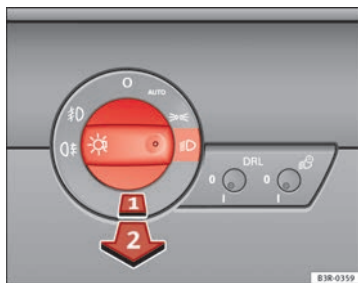

Fig. 84 Detalle del tablero de instrumentos: Conmutador de las luces
- Gire el interruptor de las luces ⇒ fig. 84 a la posición ☀.
- El interruptor de las luces ⇒ fig. 84 **no** debe girarse hasta el símbolo .
- Ponga primero el interruptor de las luces ⇒ fig. 84 en la posición o bien .